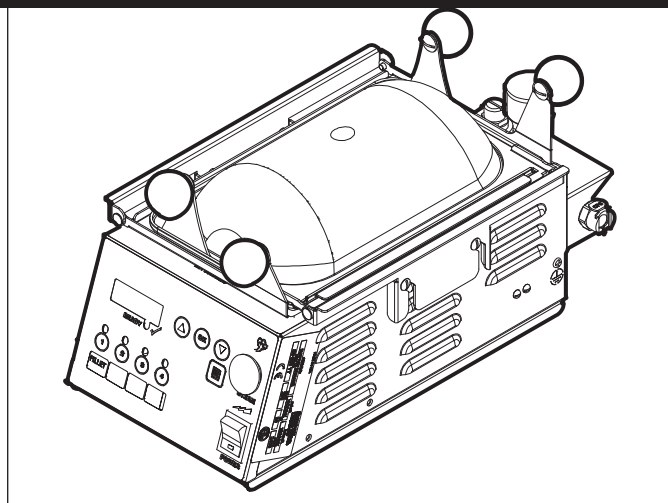

Figura 1. SS-200TT Vaporizzatore di superficie
- Unità Vaporizzatore di superficie (Figura 1)